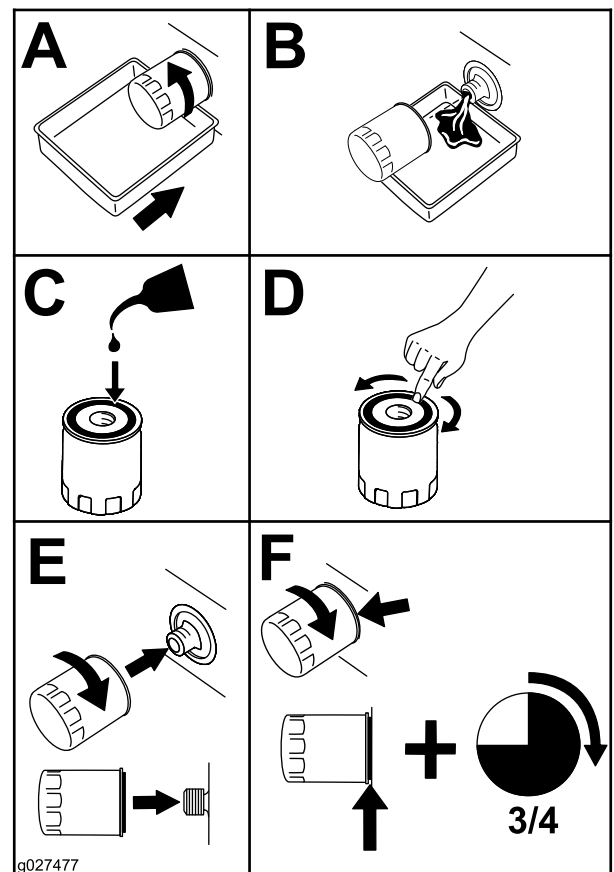

Figura 50
- Sustituya el filtro de aceite del motor según se muestra en la Figura 50.